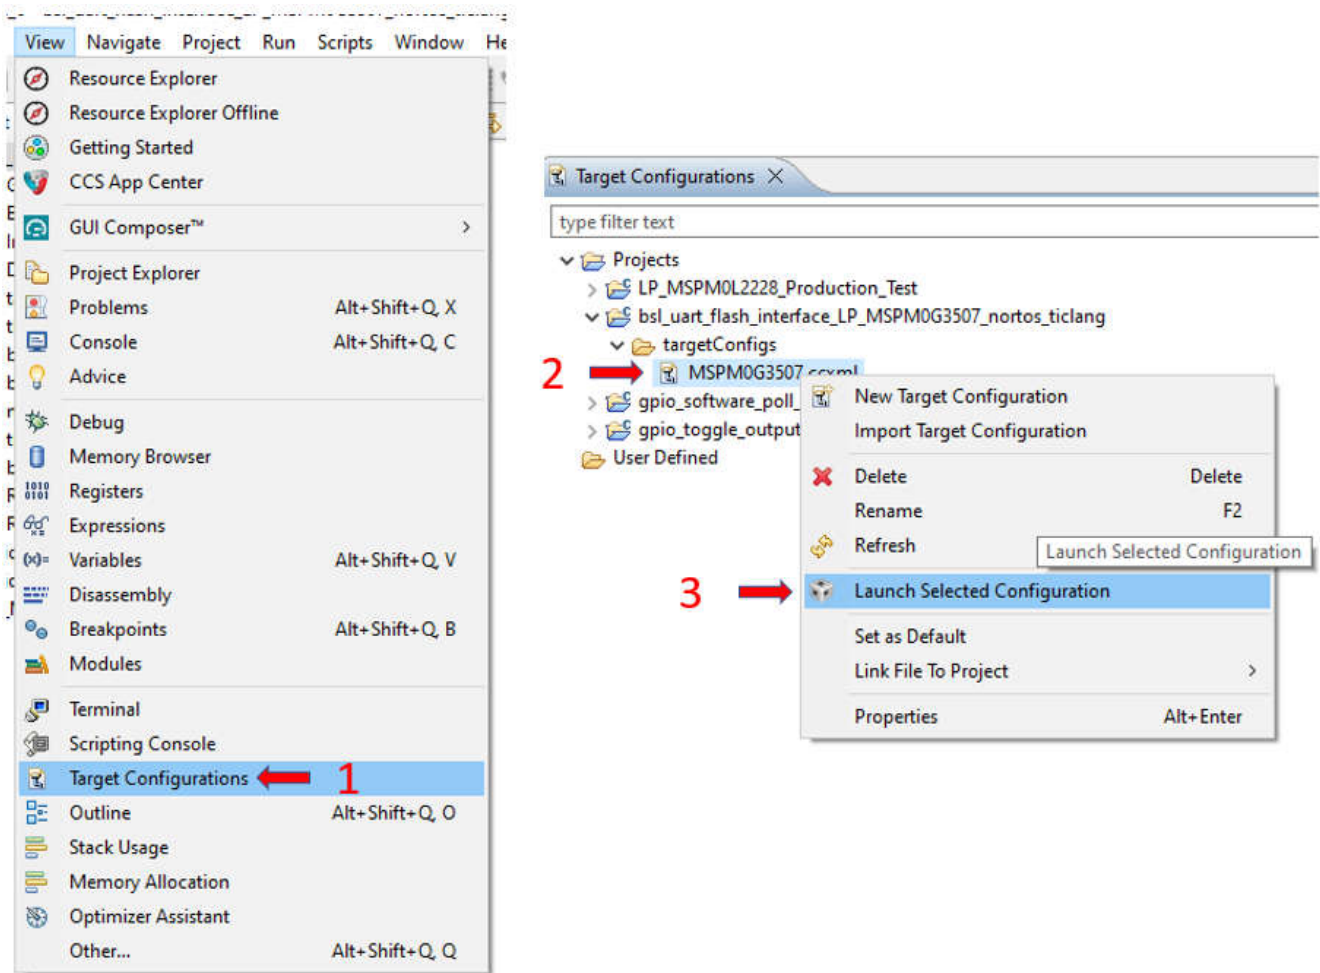

图 5-1. 在 CCS 中启动器件
3. 按图 5-1 所示启动器件。第 2 步是右键点击 ccxml 文件。